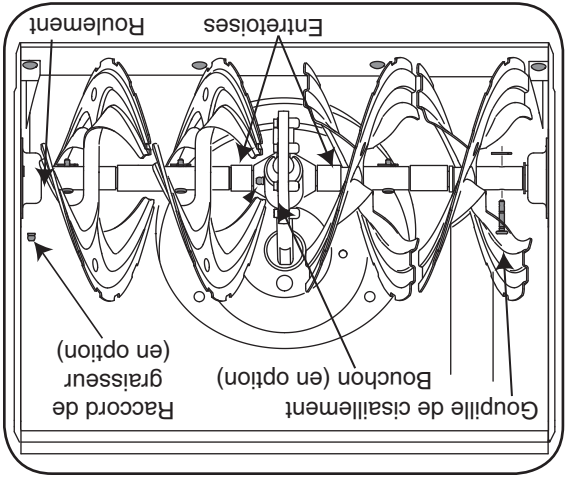

Figure 6-2
Enlevez les goupilles de cisaillement sur l'arbre de la tarière, au moins une fois par saison. Vaporisez un lubrifiant à l'intérieur de l'arbre et autour des entretoises. Lubrifiez aussi les roulements à bride trouvés à chaque extrémité de l'arbre de la tarière. Voir la Figure 6-2.
- Deux goupilles de cisaillement et goupille fendue maintiennent les tarières sur l'arbre de la tarière. Les goupilles sont sensées de peut être cisailier si la soufflante heurte un objet ou un bloc de glace. Voir la Figure 6-2.